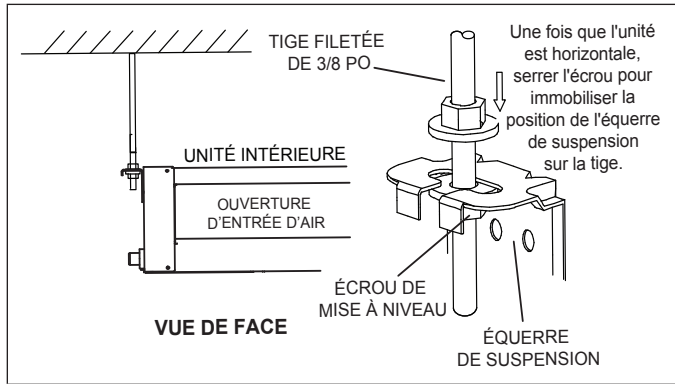

Figure 15. Matériel de suspension
3. Insérer un écrou et une rondelle sur chaque tige filetée. Utiliser du ruban isolant pour maintenir la rondelle en place. Positionner les écrous légèrement au-dessus de la position finale des quatre équerres de suspension. Voir « Figure 15. Matériel de suspension ».